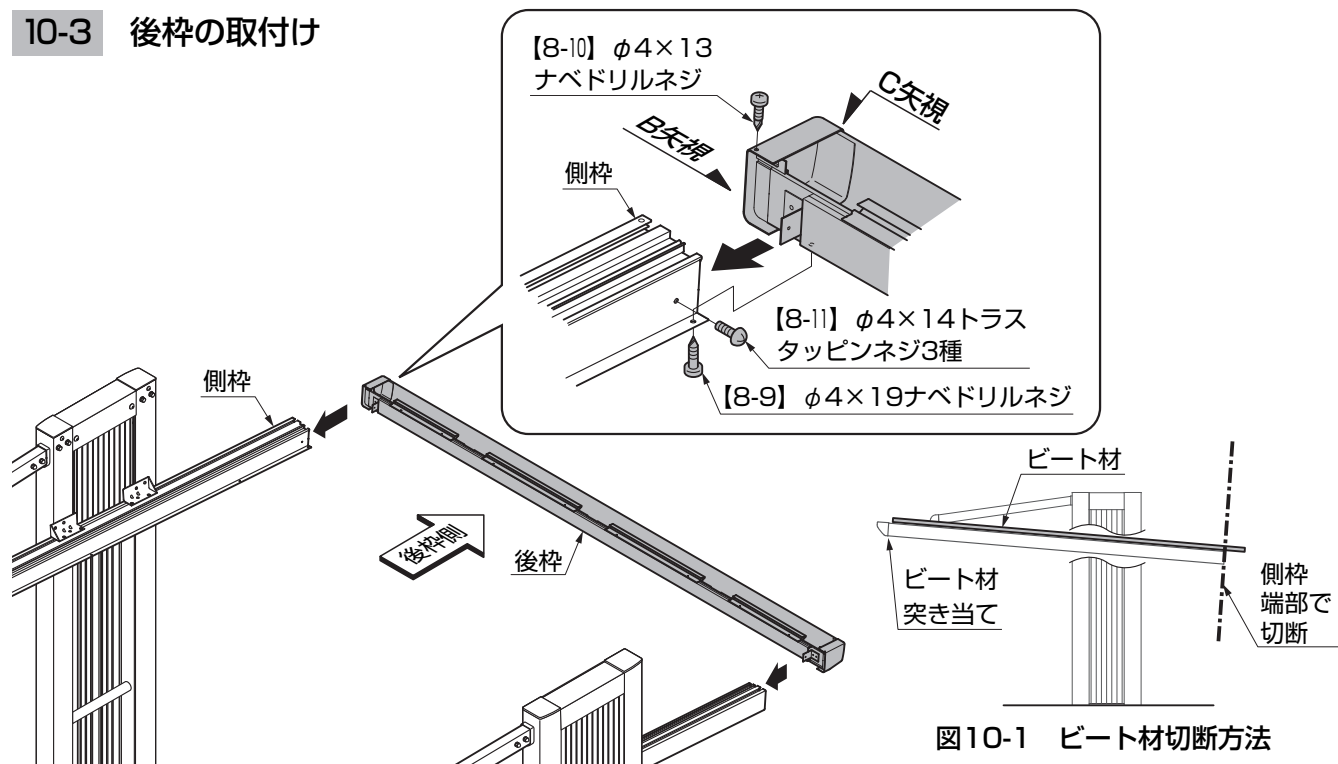
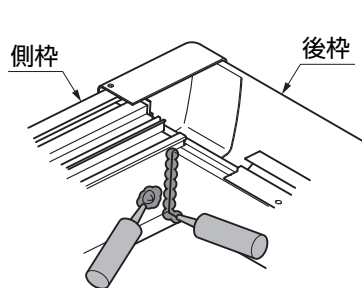
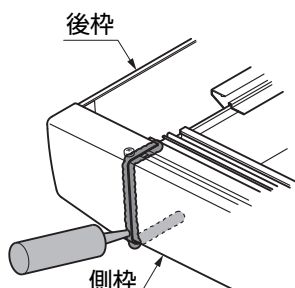

図10-1 ビート材切断方法
図10-2
図10-3 B矢視図
- ①側枠に付属するビート材が前枠に確実に突き当たっていることを確認した上で、後枠側の側枠端部でビート材をカットして下さい。(図10-1参照)
- ②後枠を側枠に【8-9】、【8-10】、【8-11】で取付けてください。
- ③後枠コーナーキャップと側枠の継ぎ目、後枠とのジョイント部、【8-11】のネジ頭部にシーリングしてください。(図10-2、図10-3、図10-4参照)